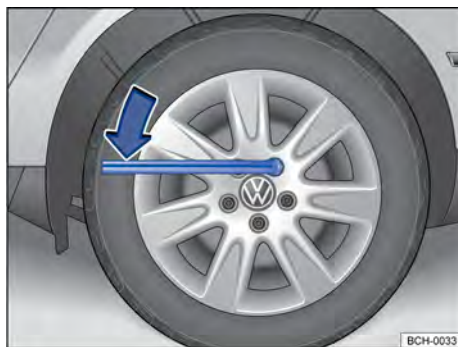

Fig. 204 Cambio de rueda: aflojar los tornillos de la rueda.
- Encajar la llave de rueda en el tornillo de la rueda hasta el tope → fig. 204.